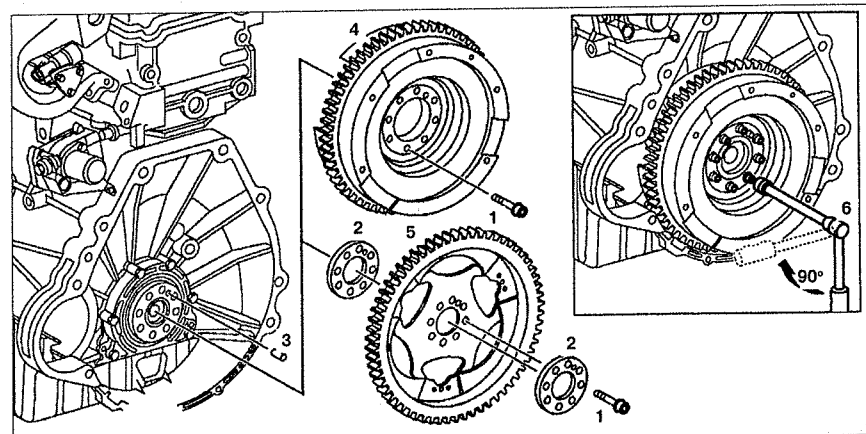

Рис. 2.57. Маховик:
4. Открутите болты 1 с помощью ключа 6 (см.рис.2.57).